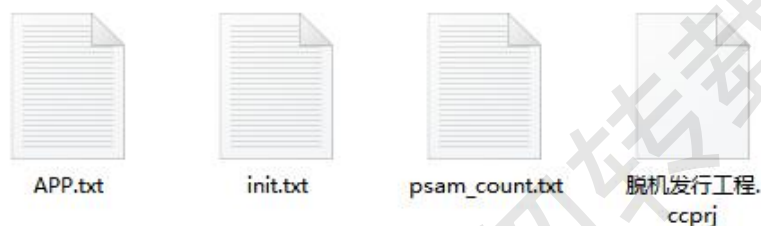

图 5-22
5. “ccprj_file”文件夹下有四个文件，如下图 5-22 所示：